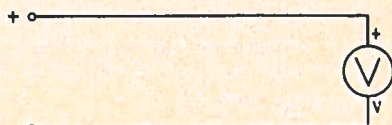

FIG 1
1. Maken van een schets (fig. 1).